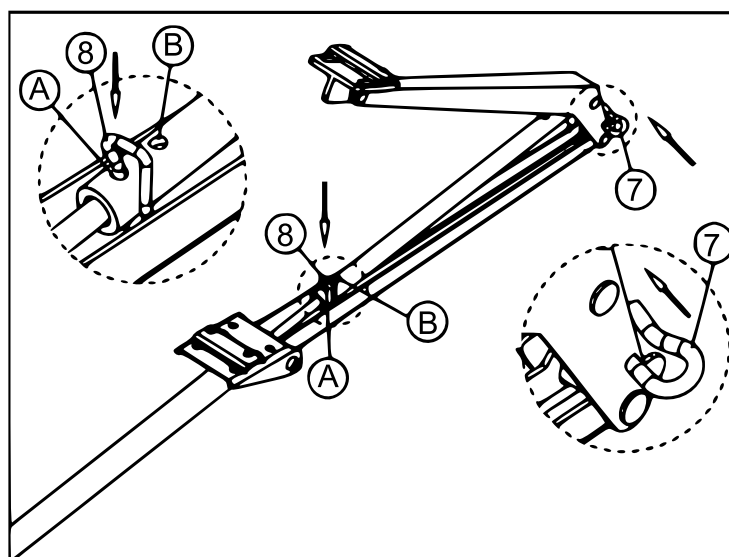

Figure 6
- **Si votre fenêtre ne peut être ouverte qu'entre 30 cm et 40 cm** : Suivez les instructions décrites du premier point (ouverture 40 cm). Cependant, utilisez le trou « A » de la tige de poussée. Ensuite, insérez la goupille d'arrêt (7) dans le trou du bras B (5) (voir fig. 6). (**Attention !** Ne fixez pas la goupille d'arrêt (7) à moins que la goupille fendue n'ait été fixée dans le trou « A »).